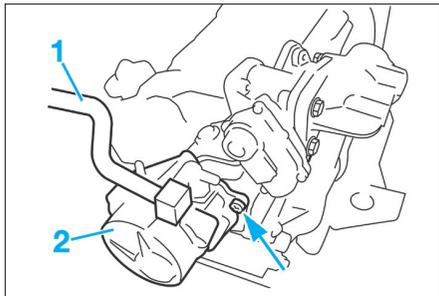

FIG. 28
- Déposer la durit (1) de pompe à dépression (**Fig.28**).
- Déposer les vis de maintien de la pompe à dépression (2).